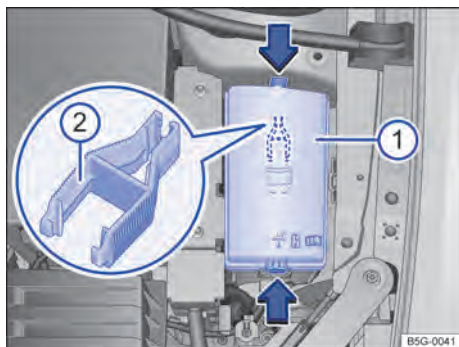

Fig. 139 No compartimento do motor: cobertura ① da caixa de fusíveis com pinça de plástico ②.
- Pressionar as travas no sentido da seta → Fig. 139 ①, para destravar a cobertura da caixa de fusíveis.
No lado interno da cobertura da caixa de fusíveis no compartimento do motor pode haver uma pinça de plástico → Fig. 139 ② para a retirada dos fusíveis.